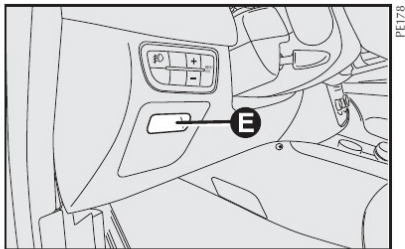

fig. 90
**E-fig. 90** - Lado esquerdo da coluna de direção.